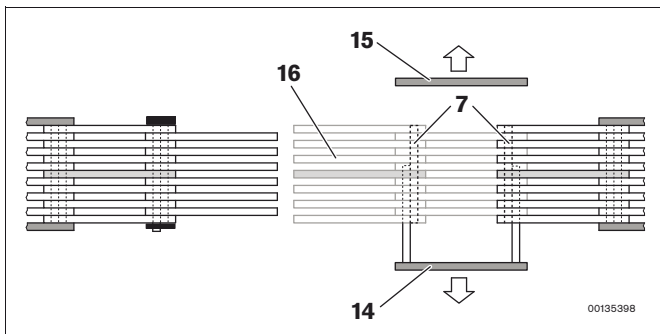

Fig. 12: Accorciamento: rimozione di singole parti
3. **Accorciamento:** rimuovere la piastra di saldatura (14), entrambi i perni oscillanti (7), le piastre singole (15) ed il segmento della catena dentata (16) (vedere la Fig. 12).